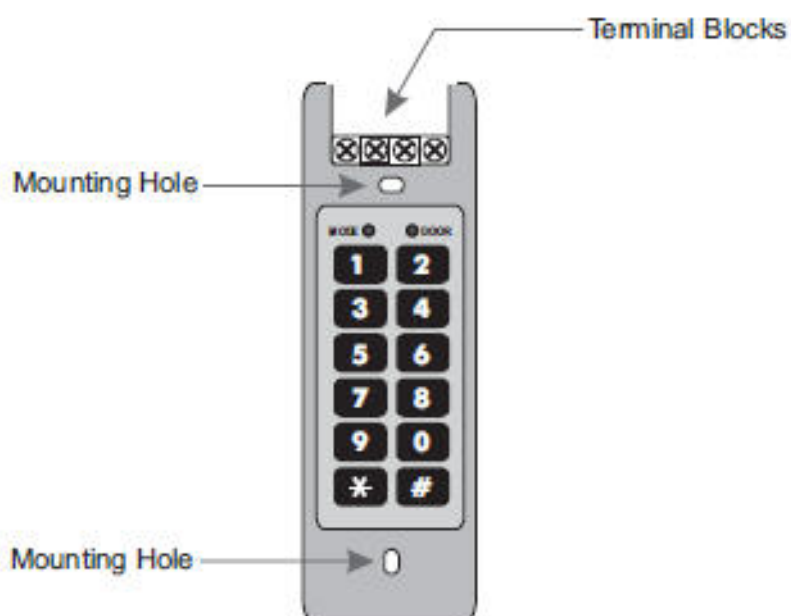

Figura 2: Controlador AC-C32 – Orificios de Instalación y Terminales de Conexión
3. Atornille el controlador AC-C32 en una caja de fusibles estadounidense a través de los dos Orificios de Instalación suministrados (Ver Figura 2).